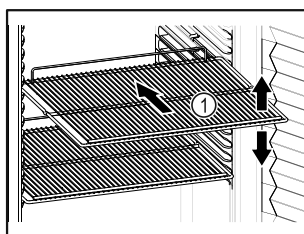

Fig. 47 Esimerkkikuva
- Sovita siirrettävät ritilätasot *Fig. 47 (1)* korkeuden mukaan.